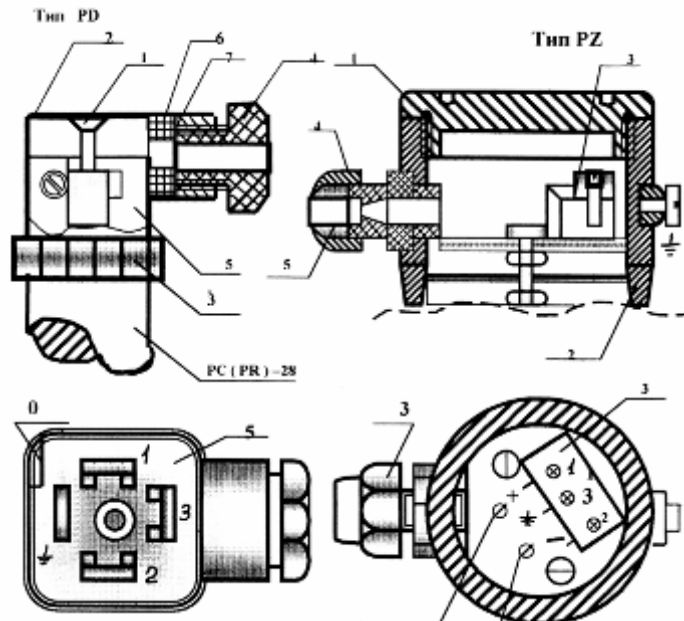

Рисунок 4.1 - Виды электрических присоединений (PD,PZ)
8.7 Для электрического присоединения с разъёмом типа PD (штепсельный разъём) (см. рисунок 4.1) необходимо: